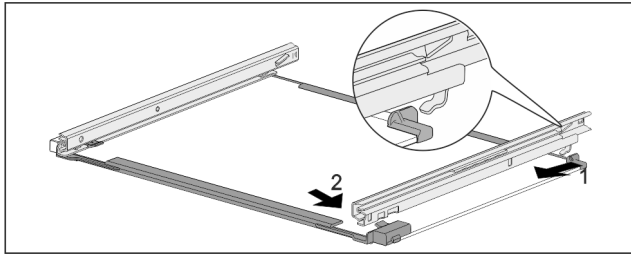

Fig. 175 Tablette en verre avec rails
- ▶ Accrocher le rail à l'arrière. Fig. 175 (1)
- ▶ Accrocher le rail à l'avant. Fig. 175 (2)